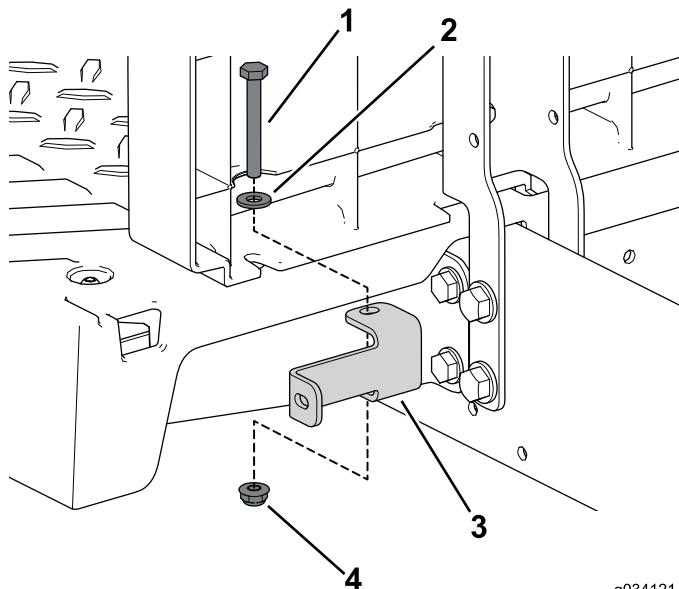

图41
6. 使用 2 个螺栓 1/4 x 2 英寸、垫圈和锁紧螺母将左、右座椅支架固定到机器图41。
7. 使用 2 个螺栓 1/4 x 2 英寸、垫圈和锁紧螺母将左、右座椅支架固定到机器图41。